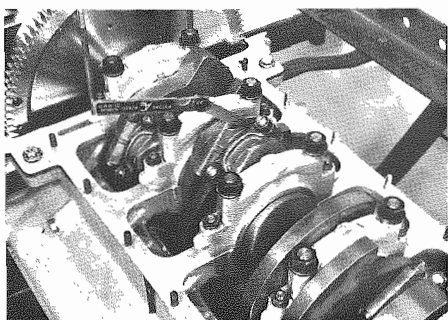

Fig. 111 - Misurare il gioco assiale
- Misurare il gioco assiale tra le bielle e il perno di biella sull'albero motore (**Fig. 111**).
- Measure the axial clearance between con-rods and con-rod pin on crankshaft (**Fig. 111**).